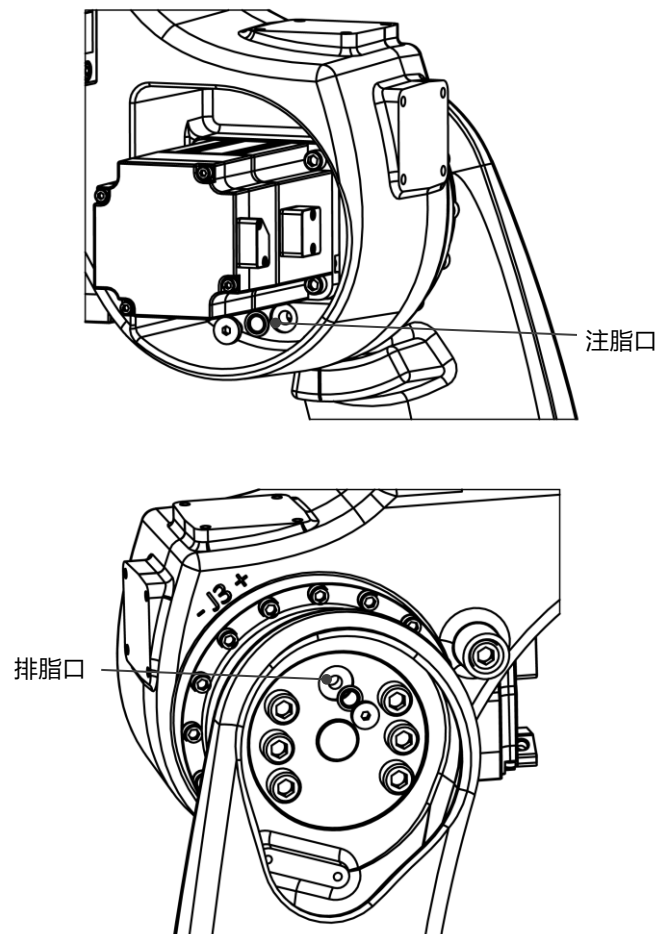

图 13-10 更换 J3 轴减速器润滑脂
4. 拆下排脂口密封螺塞和密封垫圈，如图 13-10 所示。